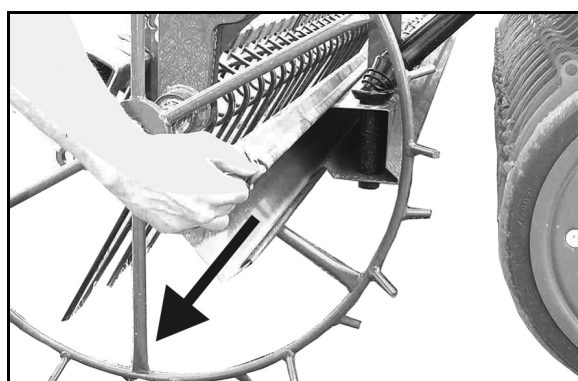

Рис. 27
- Установите рукоятку для проворачивания высевающих аппаратов сеялки и лотки для установки сеялки на норму высева (Рис. 27 / Рис. 30) в транспортное положение.